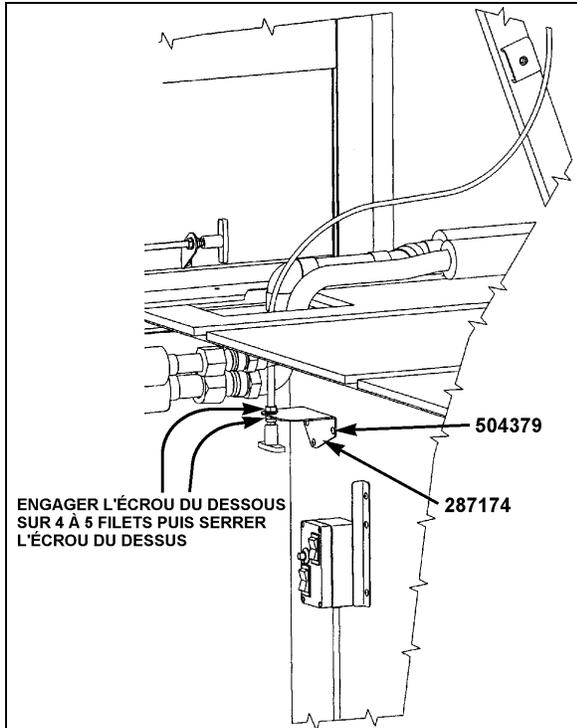
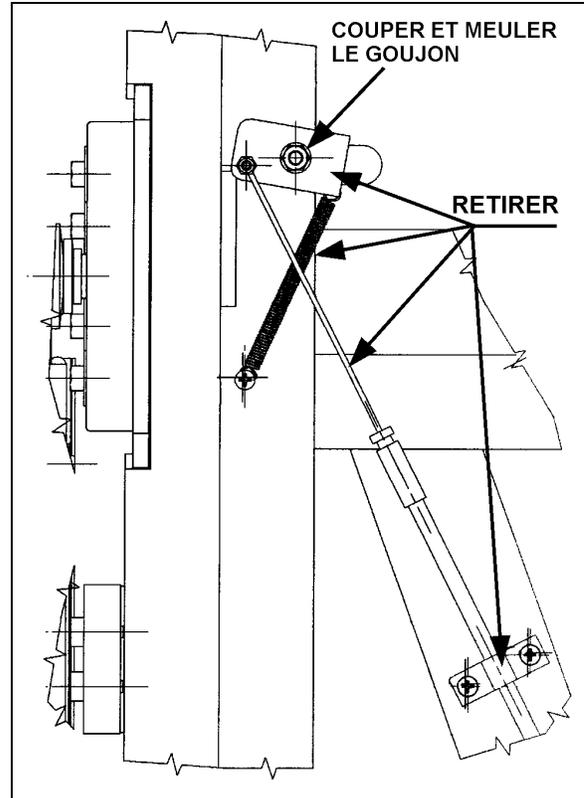
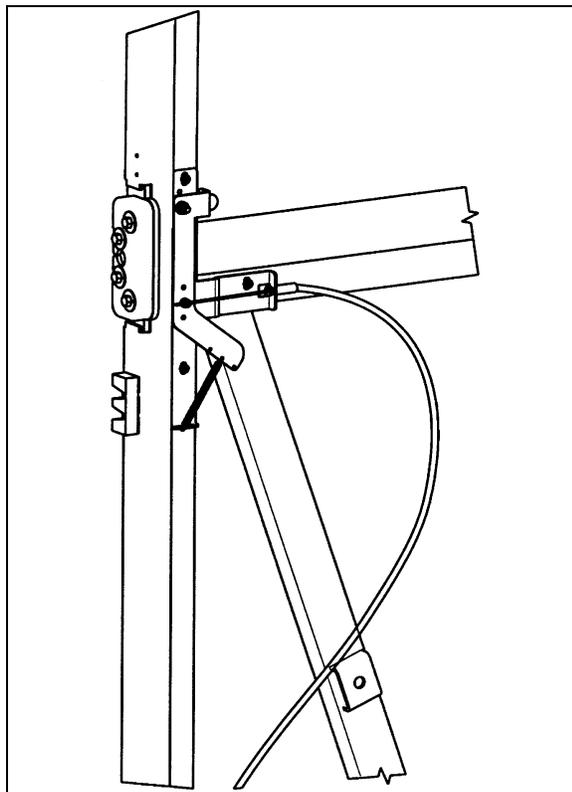

FIGURE 3 : POIGNÉE ET SUPPORT
FIGURE 4 : ANCIENNE INSTALLATION
FIGURE 5 : NOUVELLE INSTALLATION
4. Enlever les pièces identifiées à la figure 4 puis installer le nouveau mécanisme (289242) et le nouveau câble de commande (780636) comme indiqué aux figures 5 et 6. Fixer le nouveau mécanisme à l'aide des vis (500658) puis vérifier son bon fonctionnement. Fixer le câble de commande à la poignée et serrer les écrous comme indiqué à la figure 3.
**Remarque :** Le bon fonctionnement peut être affecté si l'écrou du mécanisme (voir 500590, figure 4) ou l'écrou près de la poignée sont trop serrés (voir figure 3).